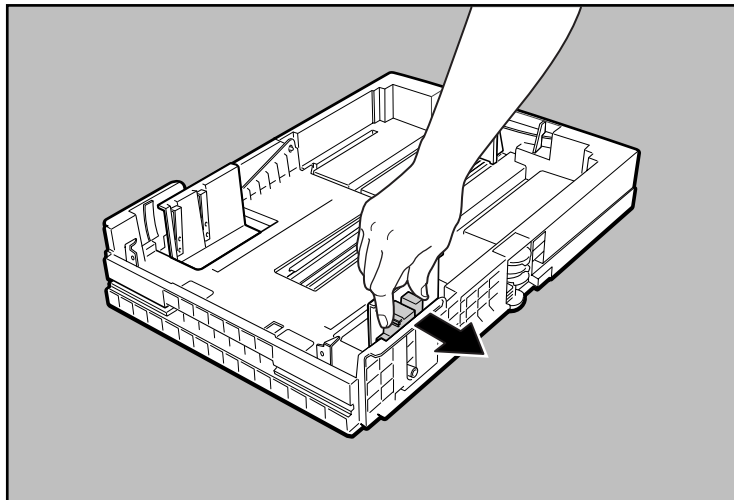

Fig. 2.19 Spostare la guida larghezza carta
4. Schiacciare i lati della guida larghezza carta in modo da sbloccarla e farla scorrere verso l'esterno del cassetto (fig. 2.19).